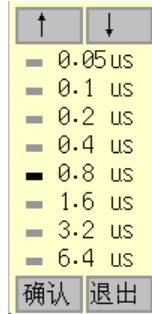

图 6.7 采样周期选择
8. 采样周期：每两个采样点之间的时间间隔，按**确认**键弹出图 6.7 所示的选择界面，共分为 8 档：0.05us、0.1us、0.2us、0.4us、0.8us、1.6us、3.2us、6.4us，通常情况下，如果被测对象的声时比较长，则需要选择比较大的采样周期，采样周期的选择方式与测试方式选择完全相同。